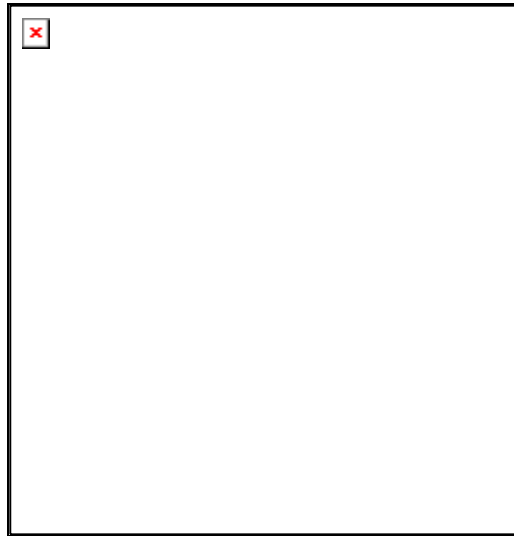

Bild 14: Kalibrierung des Verstärkerteils
Die folgenden Hinweise beziehen sich auf eine Inbetriebnahme und Kalibrierung in der Maschine, wobei der Materialzug durch ein Gewicht entsprechend dem Materialzug nachgebildet wird (siehe Bild 14).
- Material oder Seil mit einem definierten Gewicht belasten (Bild 14).